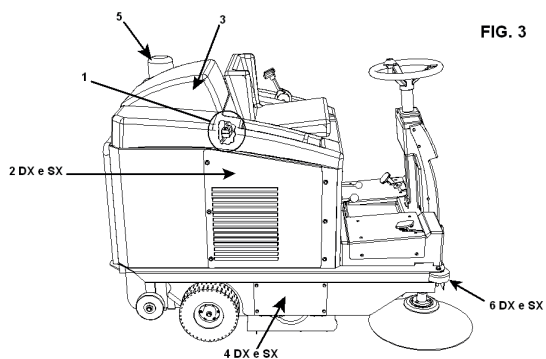

FIG. 3
На **Рис. 3** изображены защитные приспособления, которые должны быть надлежащим образом установлены и находиться в исправном состоянии. Запрещается использовать машину, если одно или более защитных приспособлений отсутствуют или повреждены. Список защитных приспособлений с соответствующими номерами для заказа см. ниже:
**ВАЖНО:** Из соображений безопасности машины автоматически отключается каждый раз, когда оператор встает со своего места или когда капот двигателя (**Деталь 3, Рис. 3**) поднят или неплотно закрыт.